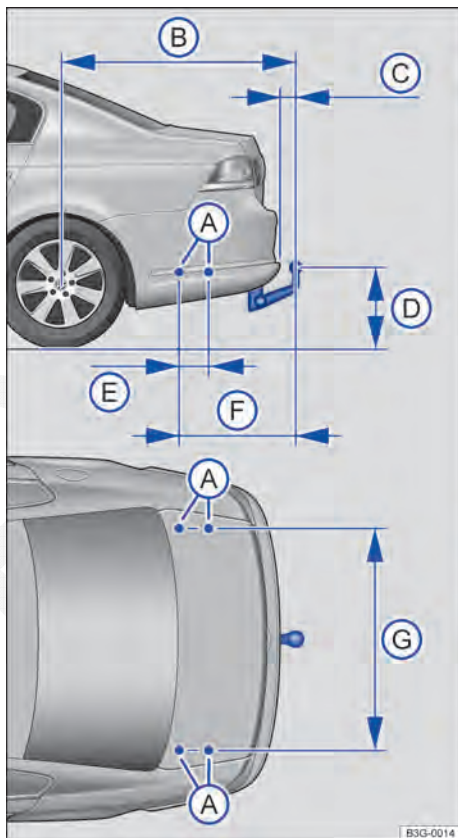
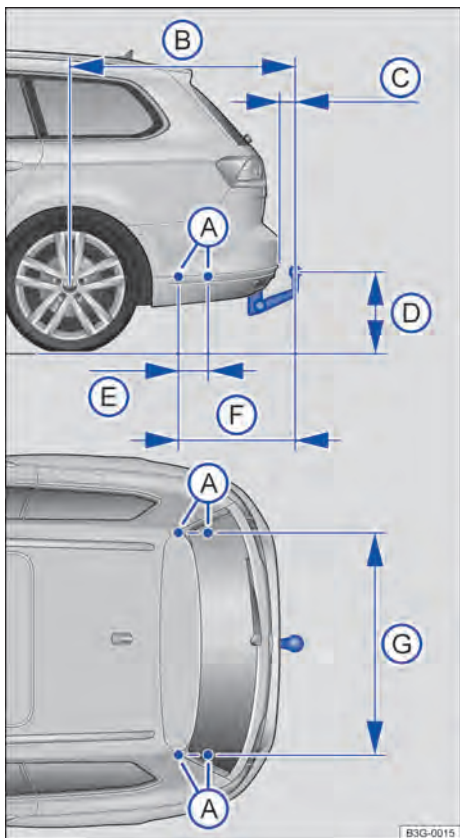

Fig. 155 Dimensões e pontos de fixação para instalação posterior de um dispositivo de reboque (Passat).
Fig. 156 Dimensões e pontos de fixação para instalação posterior de um dispositivo de reboque (Passat Variant).
Na instalação posterior de um dispositivo de reboque, as medidas de distância devem ser obrigatoriamente respeitadas. A medida indicada do centro da rótula de engate até a pista → Fig. 155 ④ não pode em nenhuma hipótese
Medidas de distância → Fig. 155 ou → Fig. 156: